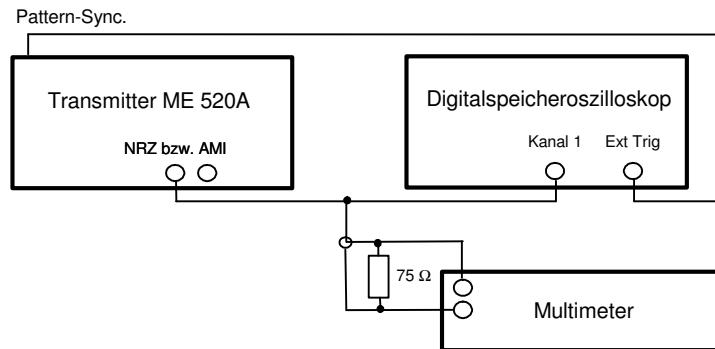

Bild 4: Versuchsaufbau zu Aufgabe 4.2.1.
- Verbinden Sie die Geräte entsprechend Bild 4.